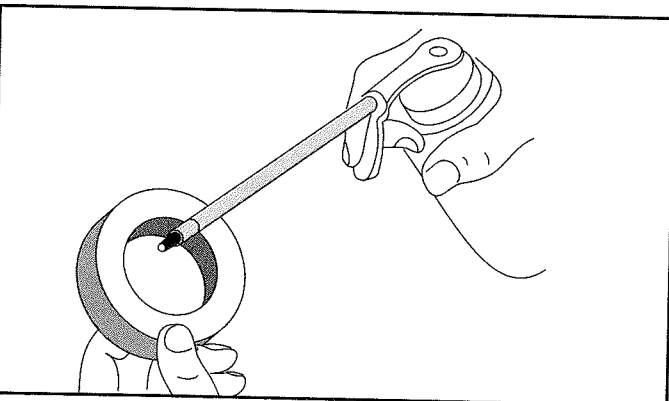

Fig. 26
4. Appliquez suffisamment d'huile propre pour enduire légèrement le filtre (Fig. 26).